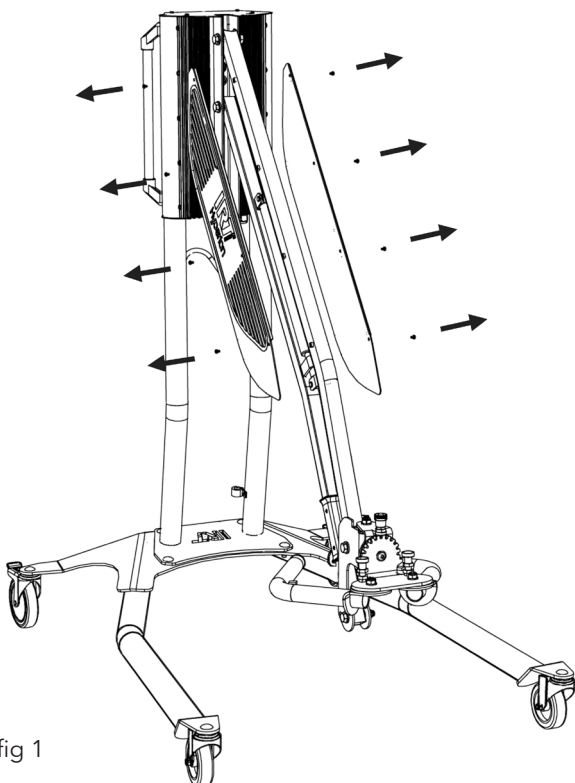

fig 1
1. Dévissez les quatre vis de fixation de la plaque située de chaque côté du bras. (fig 1)